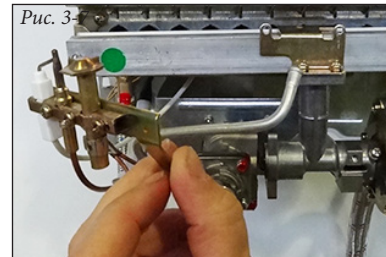

Рис. 3-7
- отодвиньте запальную горелку в сторону (Рис. 3-7);